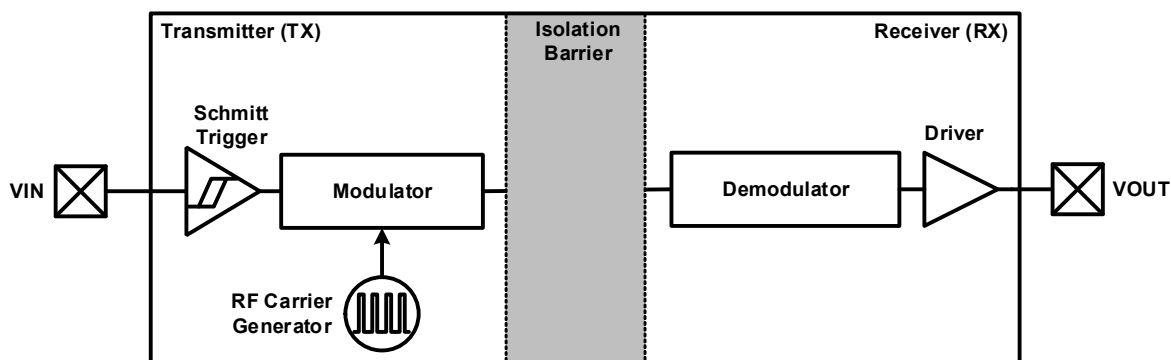
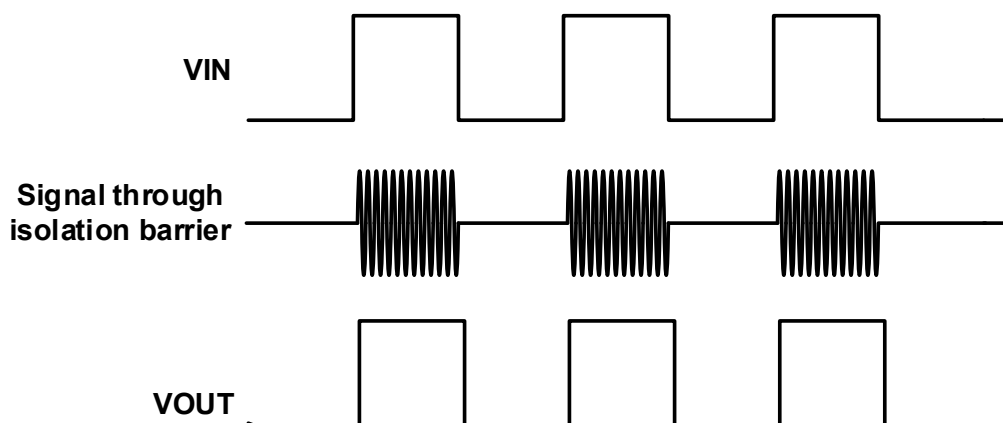

图 10-2 单通道功能框图
图 10-3 单通道波形示意图
高速隔离数据通道使用简单的开关键控 (OOK) 调制解调方案。由  $SiO_2$  构成的高压隔离电容为不同的电压域之间提供可靠的绝缘屏障，并提供可靠的高频信号传输路径。为了保证稳定的数据传输质量，发射机 (TX) 将输入信号调制到载波频率上，即 TX 在一个输入状态下通过隔离电容传递高频信号，而在另一个输入状态下无信号通过隔离电容，然后接收机根据检测到的调制信号重建输入信号。上述架构为隔离的不同电压域之间提供了可靠的数据传输路径，在启动时不需要考虑初始化。全差分的隔离电容架构可以最大限度地提高信号共模瞬态抗干扰能力。与电感耦合结构相比，电容耦合结构提供了更高的电磁抗扰性。图 10-2 和图 10-3 分别为单通道功能框图和调制方案的波形示意图。